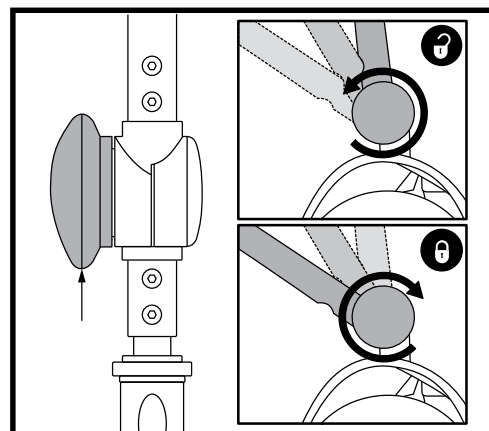

Figura 24. Regolazione manubrio
INCLINAZIONE DEL MANUBRIO (Vedere figura 24)
1. Dopo aver tolto sella e pacco batteria (vedere la “Procedura di Smontaggio” alla pagina precedente), abbassare il manubrio e stringere la manopola di regolazione del manubrio. **Vedere figura 24.**